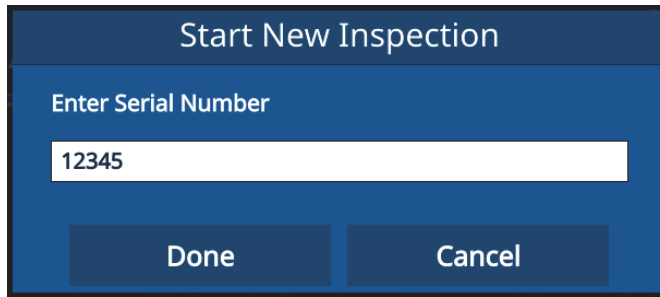

Figura 6-7 Introducir el número de serie (Enter Serial Number)
3. [Opcional] Introduzca el número de serie y pulse el botón **Done** (Terminar) en la ventana emergente si tiene funciones de aplicación habilitadas por número de serie (ver Figura 6-7 en la página 64).